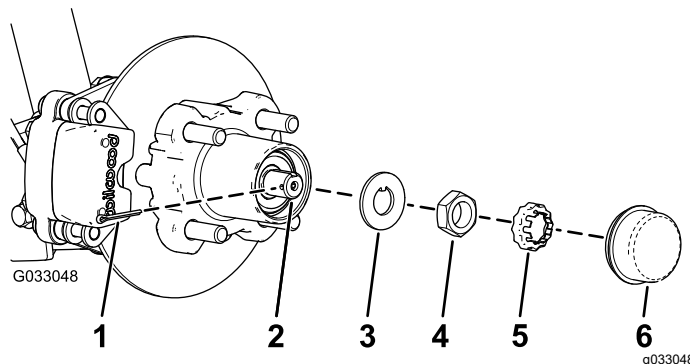
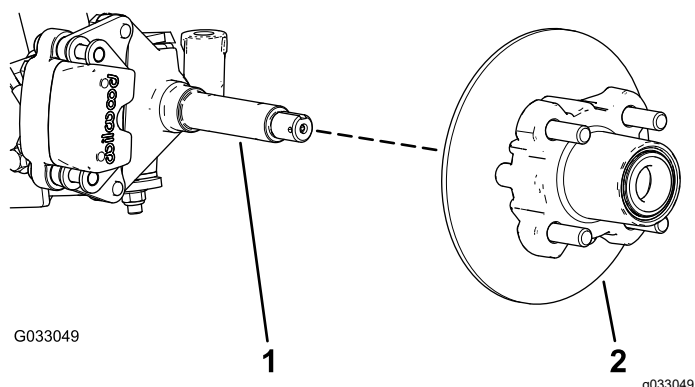

Рисунок 25
Рисунок 26
4. Снимите пылезащитную крышку со ступицы (Рисунок 25).
5. Снимите шплинт и держатель гайки с оси и гайки оси (Рисунок 25).
6. Снимите гайку оси с оси и отделите ступицу и тормозной диск в сборе от оси (Рисунок 25 и Рисунок 26).